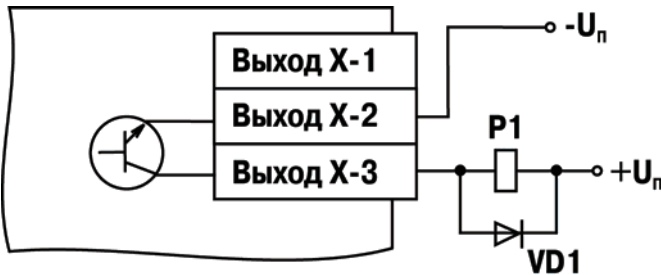

Рис. 5.1. Схема подключения транзисторного ключа
**Транзисторный ключ** применяется, как правило, для управления низковольтным реле (до 60 В). Схема включения приведена на рис. 5.1. Во избежание выхода из строя транзистора из-за большого тока самоиндукции параллельно обмотке реле Р1 необходимо устанавливать диод VD1, рассчитанный на напряжение 100 В и ток 1 А.